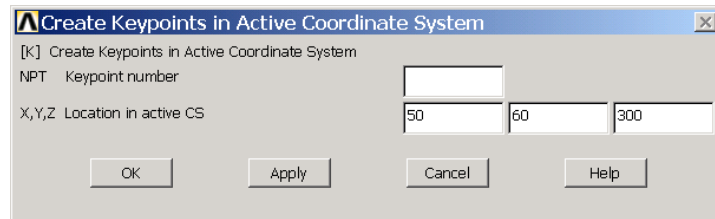

图2.4 用柱坐标系创建关键点
(1) 复制光盘目录 “\ch02\ex1\” 中的文件到工作目录,启动 ANSYS,单击工具栏上的  按钮打开数据库文件 “ex1.db”。
(2) 单击【Utility Menu】|【Workplane】|【Change active CS to】|【Global Cylindrical】菜单,设置当前活动坐标系为全局柱坐标系。
(3) 单击 Main Menu>Preprocessor>Modeling>Create>Keypoints>In Active CS 菜单,这时弹出【Create Keypoints in Active Coordinate System】对话框,如图 2.4 所示。